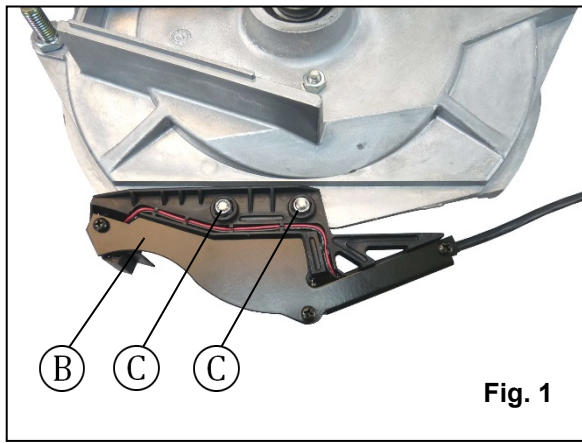

Fig. 1
- Monter la cellule [B] à l'aide des deux boulons [C] (Fig. 1 et 2).
- Montar la célula [B] con los dos tornillos [C] (Figs. 1 y 2).
- Mount cell B using the two bolts marked C (Fig. 1 and 2).